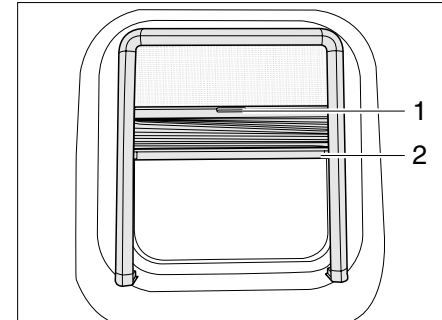

Bild 22 Ausstellfenster mit Dämpfung, geöffnet
► In die Einkerbung (Bild 22,2) fassen und Verdunklungsrollo von oben nach unten bis zur gewünschten Höhe ziehen.
► In die Einkerbung (Bild 22,2) fassen und Verdunklungsrollo nach oben schieben.
- ▶ Insektenschutzrollo an dem Griff (Bild 22,1) nach unten ziehen.
- ▶ Insektenschutzrollo an dem Griff (Bild 22,1) nach oben schieben.